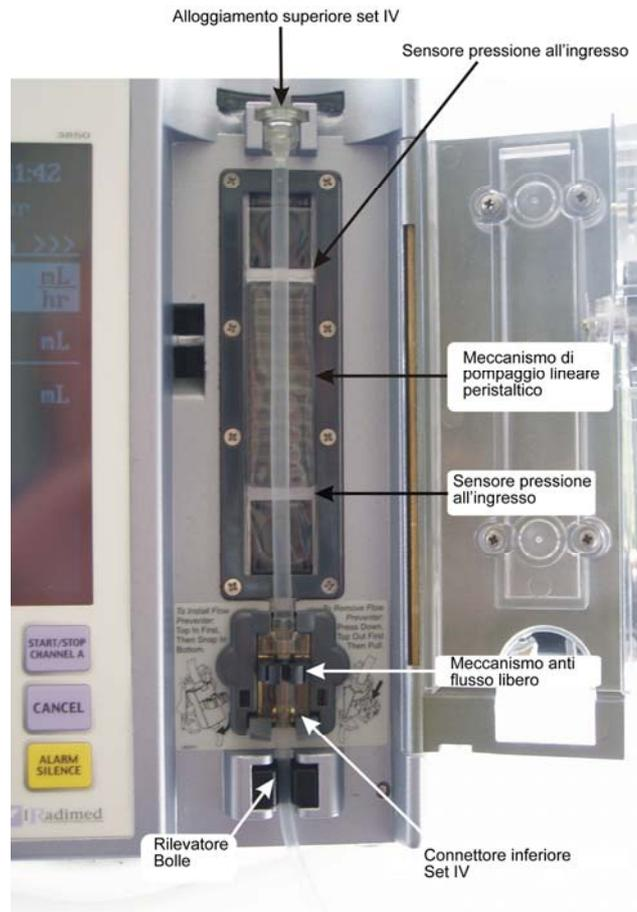

Figura 1-2. Meccanismo di infusione della pompa (Porta aperta)
1.1.2 Meccanismo di infusione della pompa. Fare riferimento alla **Figura 1-2** per l'identificazioni delle parti principali costituenti il meccanismo di infusione.